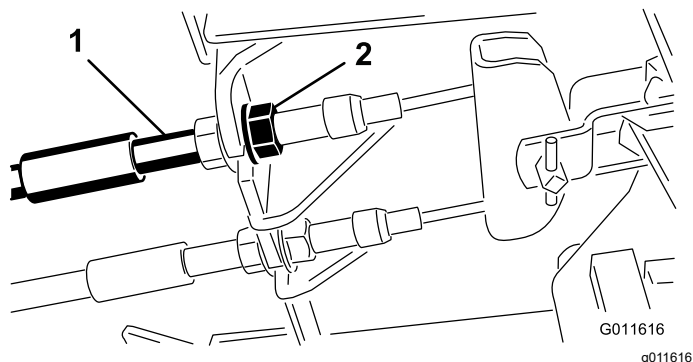

Рисунок 46
1. Чтобы уменьшить свободный ход тормозных педалей, затяните тормоза, ослабив переднюю гайку на резьбовом конце троса тормоза (Рисунок 46).